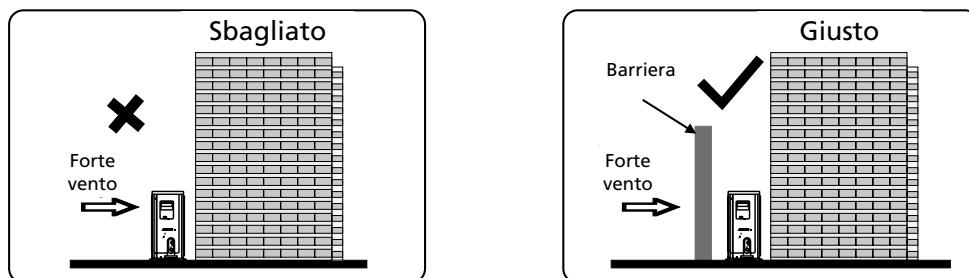

Figura 5
- Se il luogo di installazione è esposto a vento forte, per esempio al mare, occorre fare in modo che il ventilatore funzioni bene mettendo l'unità lungo la parete nella direzione della lunghezza, o usando delle protezioni per la polvere o dei paravento. Vedi la figura 5.